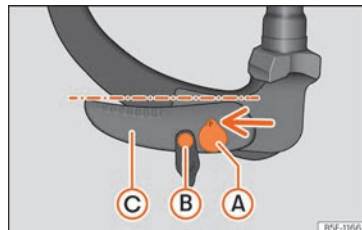

Fig. 265 Posizione di riserva: verifica della posizione
- La chiave »» fig. 265 ① è nella posizione di sblocco (il foro della chiave è rivolto verso l'alto).
- Il perno di sblocco » » fig. 265 (B) si muove.
- La leva » » fig. 265 (C) è in basso.